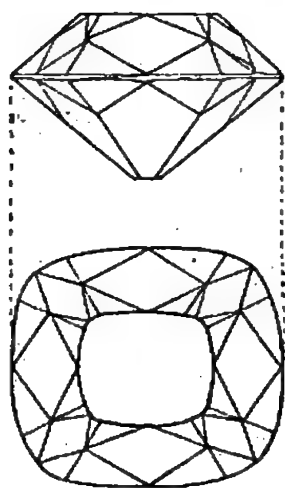

Fig. 47. — Diamant taillé en brillant.
**3. Le diamant est du charbon pur cristallisé.** — C'est le plus dur des corps connus. Généralement *incolor*, il est parfois *jaune*, *rose*, *bleu* ou *noir*. Convenablement taillé (*fig. 47, 48*), il produit des effets de lumière qui le